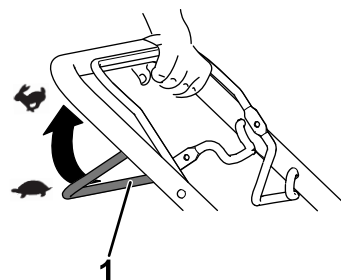

Figura 12
- Para activar la autopropulsión: apriete la barra de autopropulsión contra el manillar y manténgala en esa posición (Figura 12).